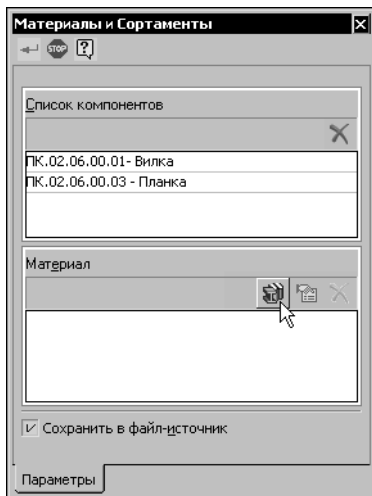

Рис. 5.2. Панель свойств
5. На панели **Материал** нажмите кнопку **Выбрать материал...** (рис. 5.2).